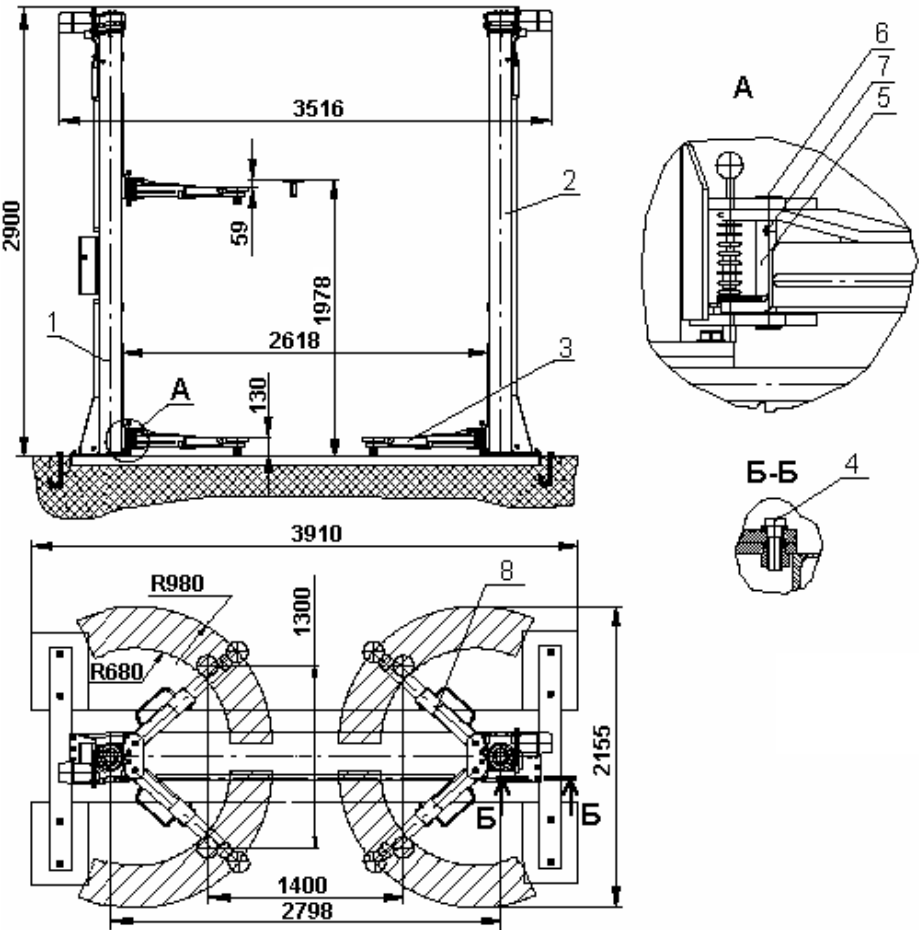

Рис. 1. Подъёмник стационарный ПЛД - 3
4.1. Подъемник состоит из: двух стоек 1 и 2, четырех балок 3 со вставками и опорами (см. Рис.1, 2). Стойка состоит из: вертикальной колонны, привода подъема, каретки.
Стойки 1 и 2, подъемника ПЛД-3 крепятся болтами 4 к раме забетонированной в пол (см. Рис. 1).
<div>6. МОНТАЖ И ПОДГОТОВКА ПОДЪЕМНИКА К РАБОТЕ</div> <p>ВНИМАНИЕ! Перед монтажом выдержать подъемник при температуре не ниже 20° С и влажности не выше 80% в течение трех суток.</p> <p>6.1. Монтаж стоек подъемника ПЛД-3.</p> <p>Стойки подъемника ПЛД-3 крепятся к раме, которая устанавливается в бетонный пол. Рама и анкерные болты для крепления рамы изготавливаются силами заказчика в соответствии с Рис.8 и Рис. 9.</p> <p>6.1.1. Изготовить раму в соответствии с Рис.8 и анкерные болты в соответствии с Рис.9.</p> <p>6.1.2. В соответствии с монтажным чертежом, приведенном на Рис.6, выполнить все прямки необходимые для монтажа рамы.</p> <p>6.1.3. Уложить раму с подводящей трубой, с пропущенными в ней проводами, в подготовленные прямки, выдержав горизонтальность опорных плит.</p> <p>6.1.4. Заполнить прямки бетонным раствором марки не ниже м300. Предохранить резьбовые отверстия рамы от попадания бетонного раствора.</p> <p>6.1.5. После застывания бетона закрепить раму анкерными болтами, гайками и шайбами поз.3, 4, 5 (см. Рис. 6) и установить стойки на опорные плиты рамы и закрепить их болтами поз. 4 (см. Рис.1).</p> <p>Отрегулировать прокладками положение стоек. Отклонение от вертикали боковых стенок стойки – не более 4 мм.</p> <p>Отклонение от вертикали верха лицевой поверхности стойки относительно низа – 30 мм в направлении, противоположном поднимаемому грузу.</p> <p>6.1.6. Установить на каретки балки поз. 3 (см. Рис.1) со вставками и опорами. Вставить в проушины балок и кареток оси поз. 5. Оси застопорить кольцами поз.6 и болтами поз.7. Вставки зафиксировать в балках болтами 8.</p> <p>6.1.7. Выполнить электрический монтаж и подключить шкаф аппаратный к внешней электрической сети в соответствии со схемой электрической соединений (см. Рис. 5) и монтажным чертежом на Рис. 6. Выполнить заземление электроустановки.</p> <p>6.1.8. Проверить сопротивление изоляции и заземляющего контура.</p> <p>6.2. Монтаж стоек подъемника ПЛД-3-01.</p> <p>Стойки подъемника ПЛД-3-01 крепятся к основанию, которое устанавливается на поверхности бетонного пола.</p>